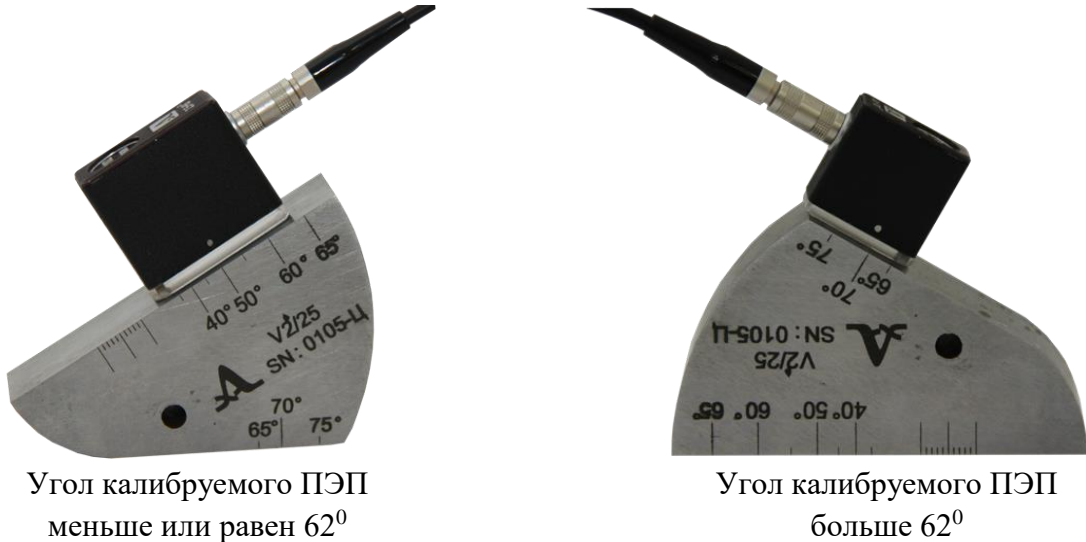
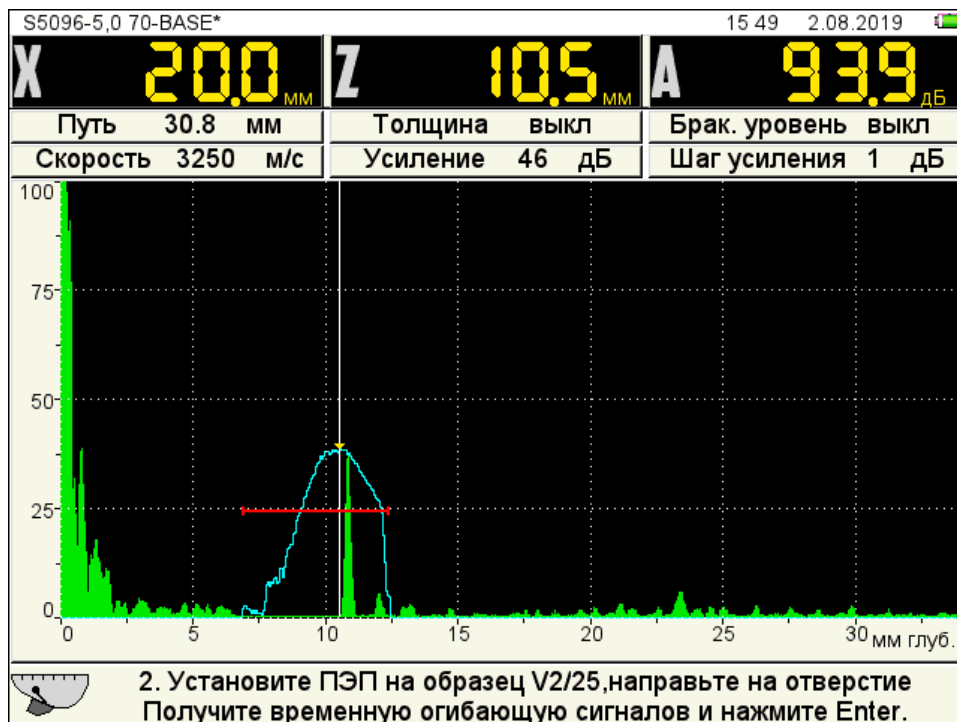

Рисунок 37
Рисунок 38
– просканировать отверстие в образце (рисунок 37), получить временную огибающую сигналов (рисунок 38) и нажать клавишу **Enter**;